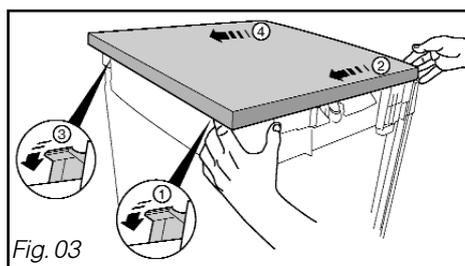

Fig. 03
- Desmontar o tabuleiro superior desencaixando a parte traseira do aparelho e de seguida empurrar de alguns centímetros para deslocar (fig. 03).
- Tirar, levantando, o tabuleiro superior da máquina de lavar louça (fig. 03).